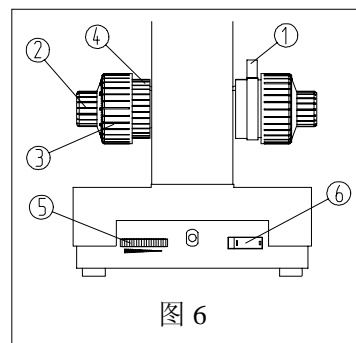

图 6
同轴同导轨的粗微动调焦机构,调节松紧手轮④为粗动调焦手轮③调校松紧时使用,以防产生载物台下滑。同时还带有限位装置,限位固紧手柄①只要在已调整好的高度上旋紧定位,便可防止物镜和标本相撞。②为微动调焦手轮(图 6)。
注意: 尽量不要使亮度旋钮长时间处在最亮位置,以免降低灯泡使用寿命。(图 6)